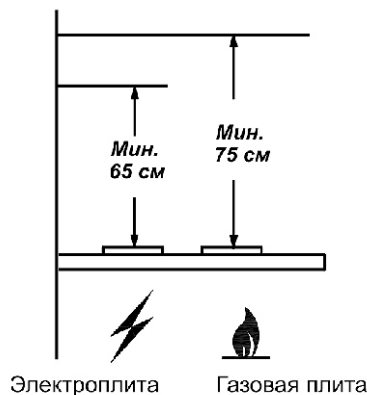

рис. 1
1.2 Вытяжку устанавливайте над плитой, как показано на рис. 1.
4.6 Устанавливайте вытяжку над плитой в соответствии с рис. 1.
- при установке вытяжки соблюдайте указания п. 1.2 (рис. 1);